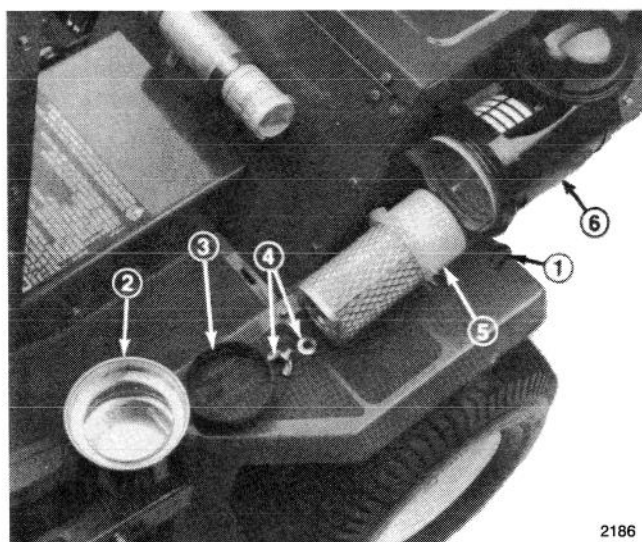

Figure 11
4. Déposer l'écrou papillon et son joint, et retirer l'élément de filtre du corps du filtre à air (Fig. 11).